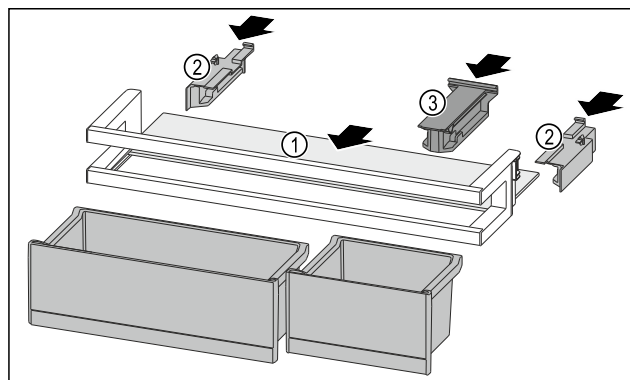

Fig. 94
- Introduzca el estante Fig. 94 (1) en los huecos laterales.
- Inserte las partes laterales Fig. 94 (2).
- Inserte la pieza de retención Fig. 94 (3).